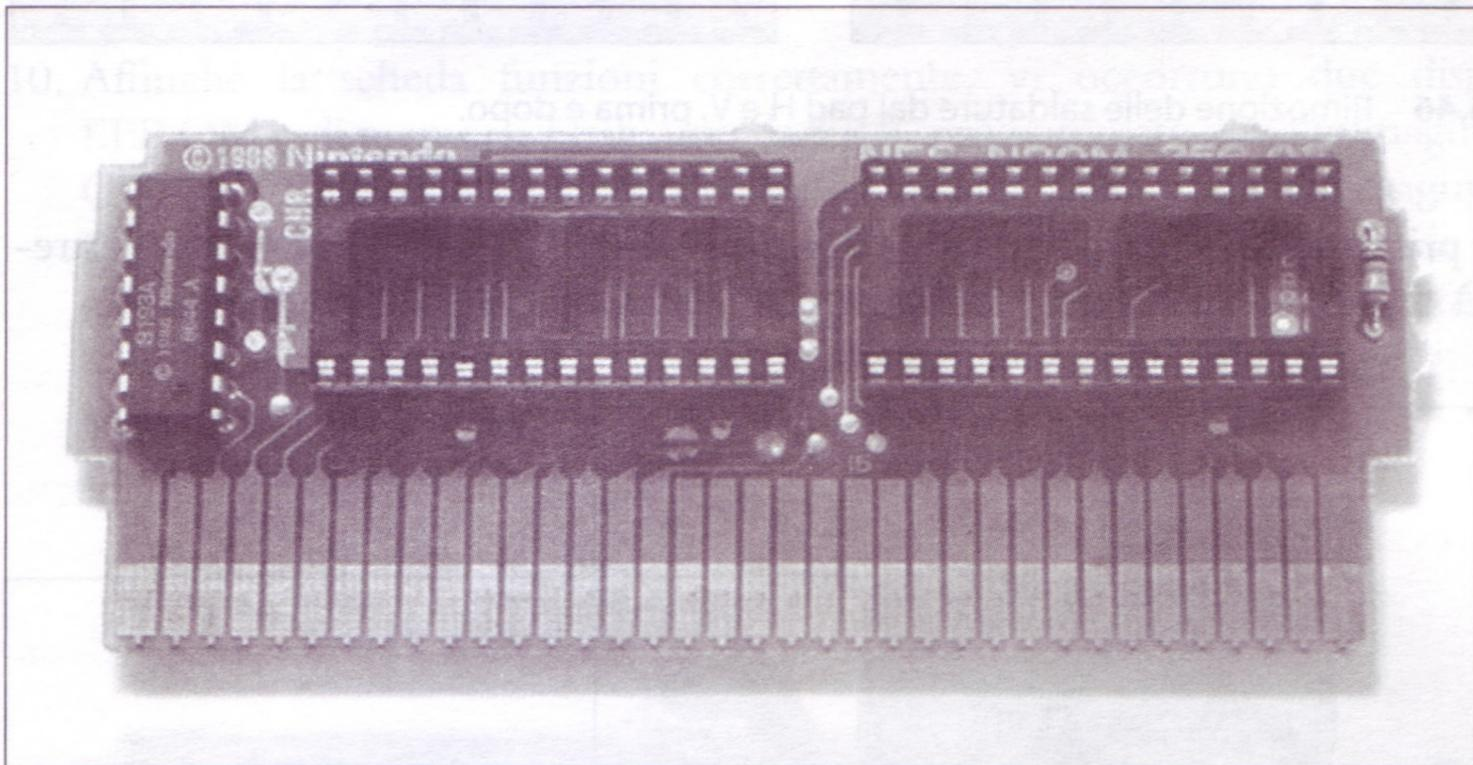

Figura 6.45 Prese aggiunte alla scheda.
3. Ora inserite le prese DIP a 28 pin nelle sedi utilizzate in precedenza dalle ROM. Nell'inserimento delle prese, fate attenzione a orientarle con l'intaglio della presa allineato con quello disegnato sulla scheda dei circuiti (entrambi devono essere rivolti a destra, come mostrato nella Figura 6.45).